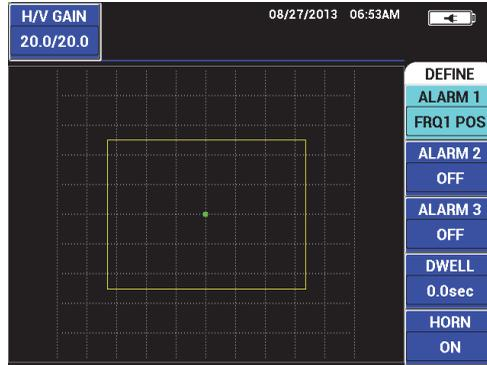

Figura 5-241 Polaridad de alarma
3. Utilice la rueda de ajuste para seleccionar la polaridad de la alarma. El parámetro **FRQ1 POS** activa la alarma de polaridad positiva y el parámetro **FRQ1 NEG** activa la alarma de polaridad negativa. Vea la Figura 5-241 en la página 324.